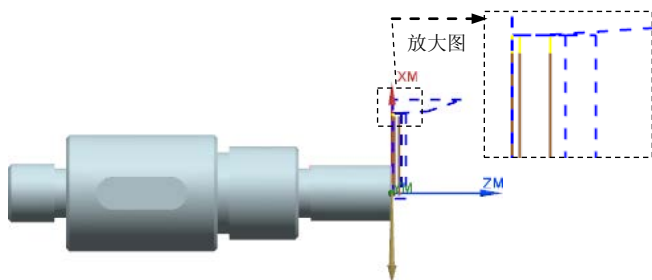

图 9.9 刀路轨迹
Step1. 单击“面加工”对话框中的“生成”按钮，生成刀路轨迹如图 9.9 所示。